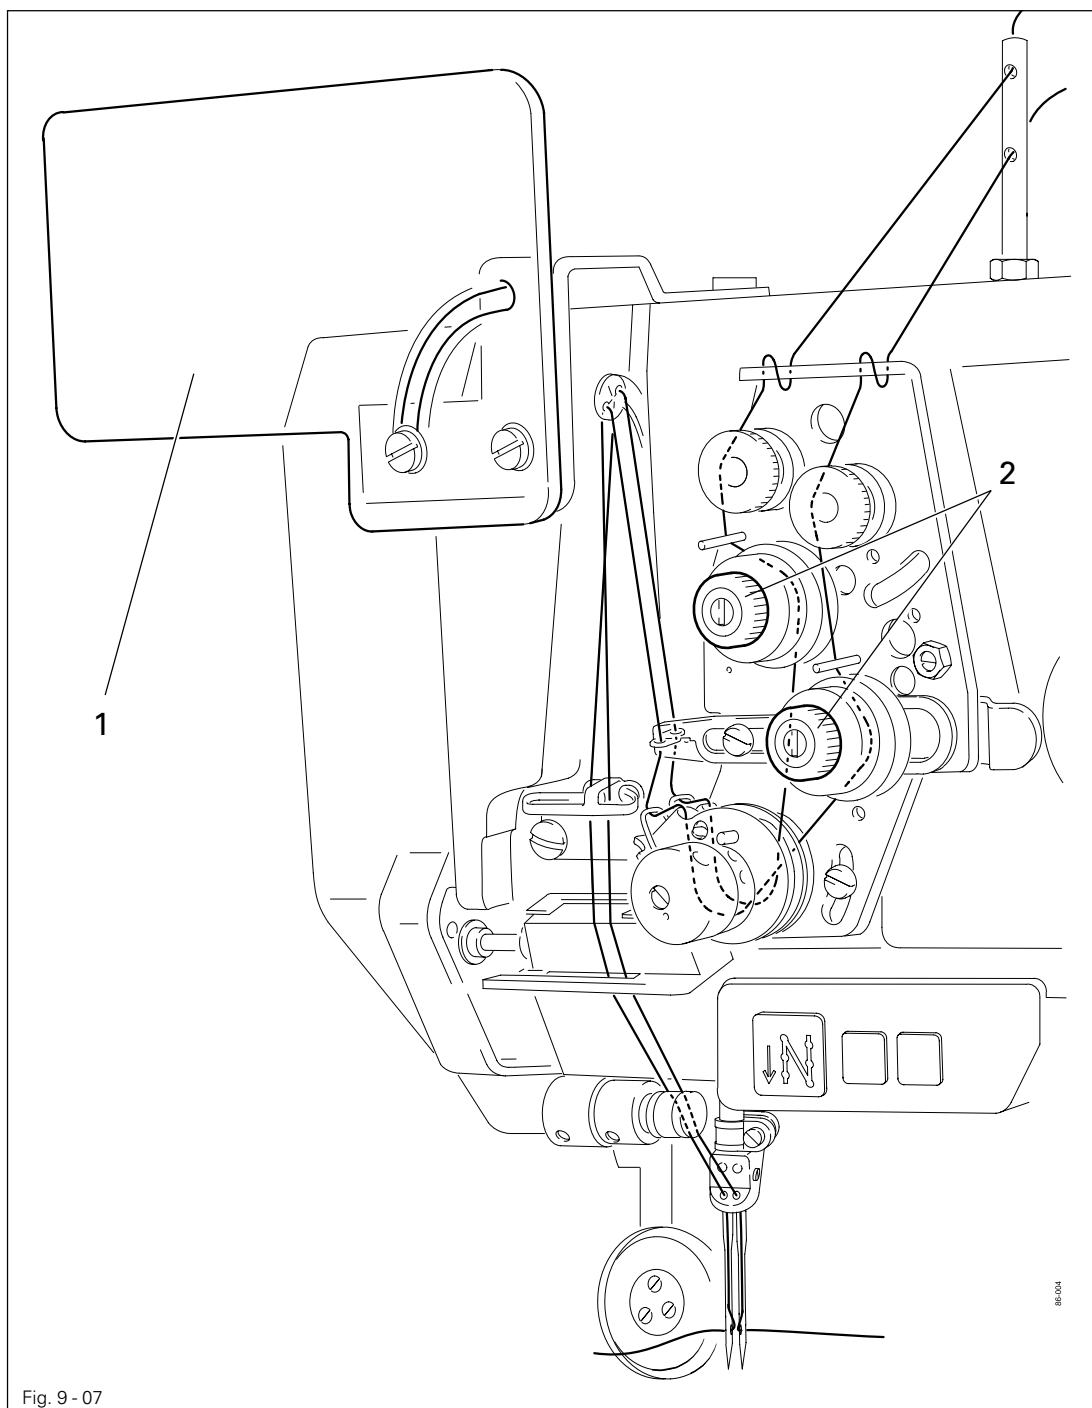

Fig. 9-07
- Eseguire l'infilatura dei due fili superiori seguendo lo schema della Fig. 9-07.